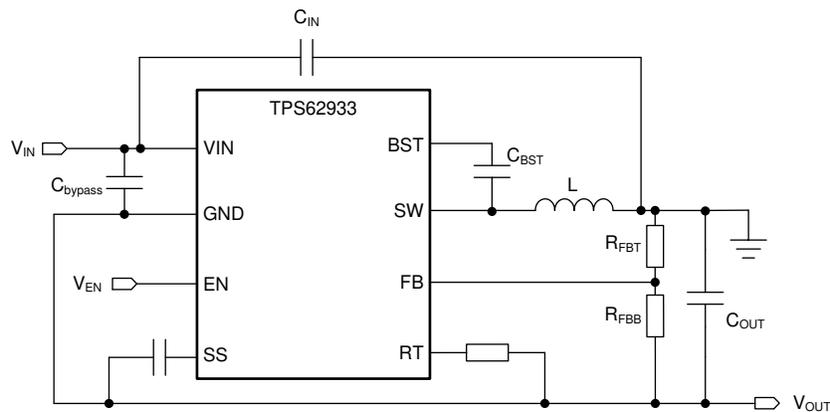
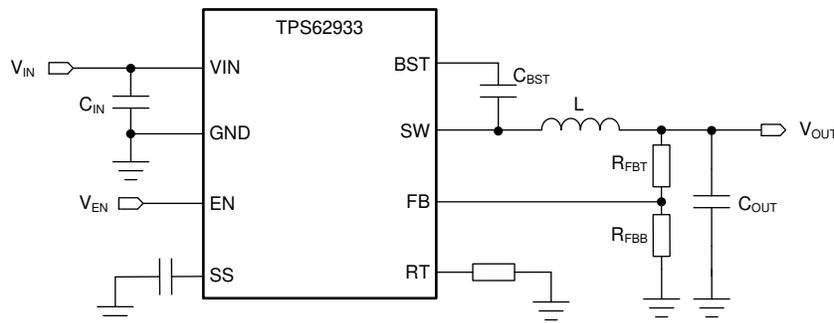

図 2-1. TIDA-050053 のブロック図
図 2-2. 降圧コンバータ アプリケーション
反転昇降圧トポロジは、降圧トポロジと同様です。図 2-2 に示す降圧構成では、正の接続 (V_{OUT}) をインダクタに接続し、リターン接続を集積回路 (IC) グランド (GND) に接続します。ただし、反転型昇降圧構成を説明する図 2-1 では、負の出力電圧ピンとして IC の GND を使用しています。降圧構成では、正の出力を GND として使用します。この反転トポロジにより、出力電圧を反転し、常に GND より低くすることができます。